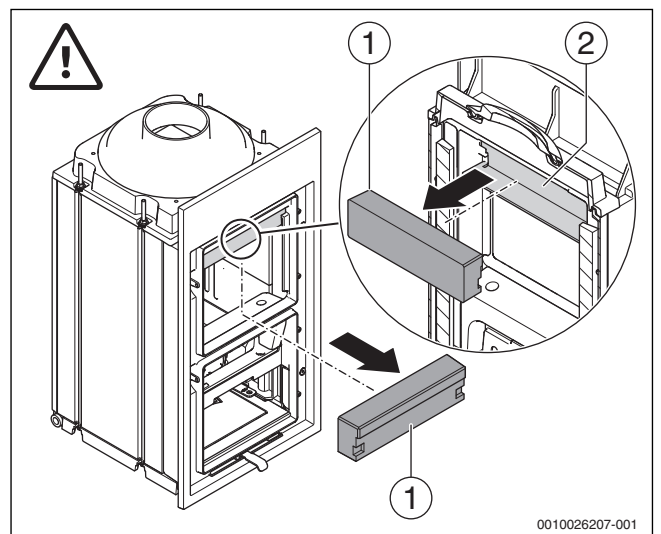

Bild 19 Oberen Stein ausbauen
- ▶ Durch die Füllraumtür greifen und den Stein (→ Bild 19, [1]) nach hinten entnehmen.